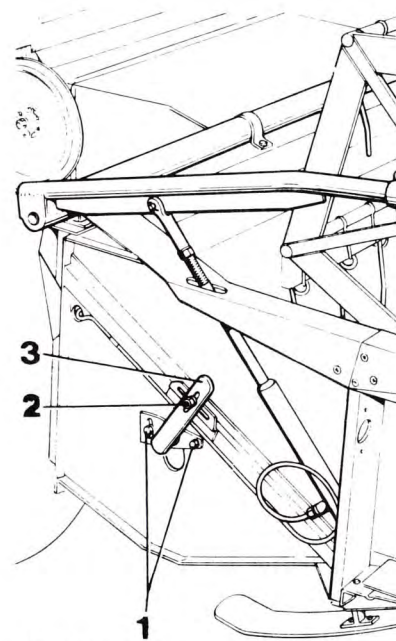

Bild 26.
1. Lossa muttrarna 1 och 2, bild 26.
Om inmatningsskruvens läge ändrats bör även inmatningspinnarna justeras i höjdläget. Avståndet från bottenplåten ställs in så att jämn inmatning erhålls men bör dock ej vara mindre än 10 mm. Justering görs med spaken 3, bild 26.